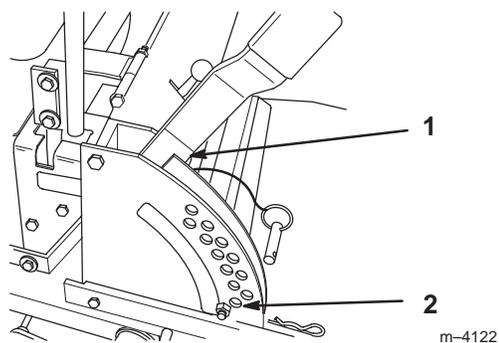
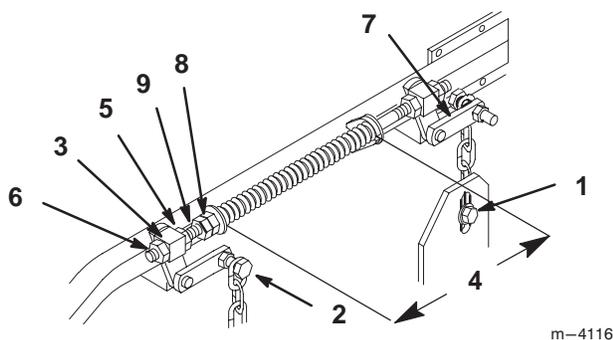

Figure 57
Figure 58
2. Vérifiez la pression des quatre (4) pneus et réglez-la à 13 psi (90 kPa) au besoin.
4. Elevez le plateau de coupe en position de transport (Fig. 57). Détendez les deux grands ressorts de levage du plateau en desserrant autant que possible l'écrou de blocage et l'écrou avant, devant chaque ressort (Fig. 58).
- Placez deux cales de 35 mm d'épaisseur sous le bord inférieur arrière gauche et droit de la tondeuse. Placez un bloc de 44 mm sous le bord inférieur central avant de la tondeuse, pas sous les supports des galets de protection. Sélectionnez la hauteur de coupe de 38 mm (Fig. 57).
- Desserrez le boulon inférieur de la chaîne, dans la fente située à l'arrière du plateau de coupe. Répétez la procédure de l'autre côté (Fig. 58).
- Desserrez l'écrou de blocage avant et arrière de chaque côté du pivot avant. Continuez de desserrer jusqu'à ce que les chaînes avant soient desserrées et que le plateau repose sur les cales. Répétez la procédure de l'autre côté (Fig. 58).
- Quand la visserie est desserrée, la tension encore présente dans les grands ressorts de soutien a tendance à tourner la poignée de levage du plateau de coupe vers le haut et à lui faire quitter la position de 38 mm. Appuyez fermement sur le bras de support arrière du plateau pour ramener la poignée de levage à cette position (Fig. 58).
- Tout en continuant d'appuyer sur le bras de support arrière du plateau de coupe, tendez la chaîne arrière et serrez la visserie inférieure (Fig. 58). Vous pouvez maintenant relâcher le bras de support arrière. Répétez la procédure de l'autre côté.
- Déplacez le levier de levage du plateau de coupe à la position de transport (Fig. 57).
- Réglez les ressorts de compression en tournant les écrous avant de façon à obtenir un espace de 260 mm entre les deux grandes rondelles. Serrez fermement l'écrou de blocage (Fig. 58).